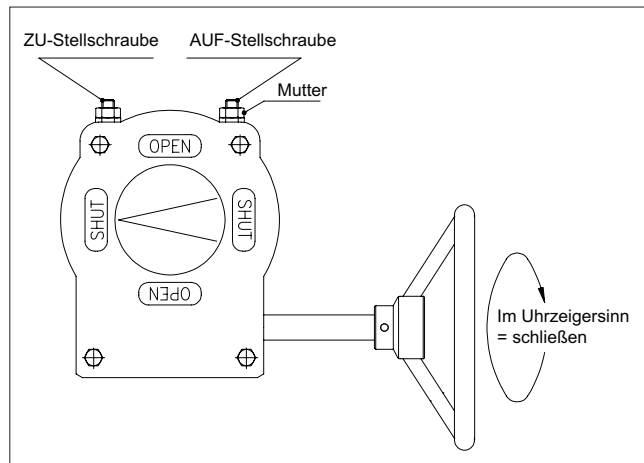

Abb. 3 Einstellung der Getriebe-Stellschrauben
4. Kann die vollständig geschlossene Stellung nicht erreicht werden, lösen Sie die ZU-Stellschraube (siehe Abb. 3) durch Drehen gegen den Uhrzeigersinn. Drehen Sie weiterhin das Handrad, bis das Ventil vollständig geschlossen ist. Bitte beachten Sie, dass die Stellklappen mit einem bestimmten Drehmoment geschlossen werden müssen; siehe Tabellen in den entsprechenden Ventil-Handbüchern.
7. Sollte es nicht möglich sein, das Ventil vollständig (90°) zu öffnen, lösen Sie die AUF-Stellschraube (siehe Abb. 3) durch Drehen gegen den Uhrzeigersinn. Drehen Sie das Handrad weiter bis das Ventil vollständig offen ist.